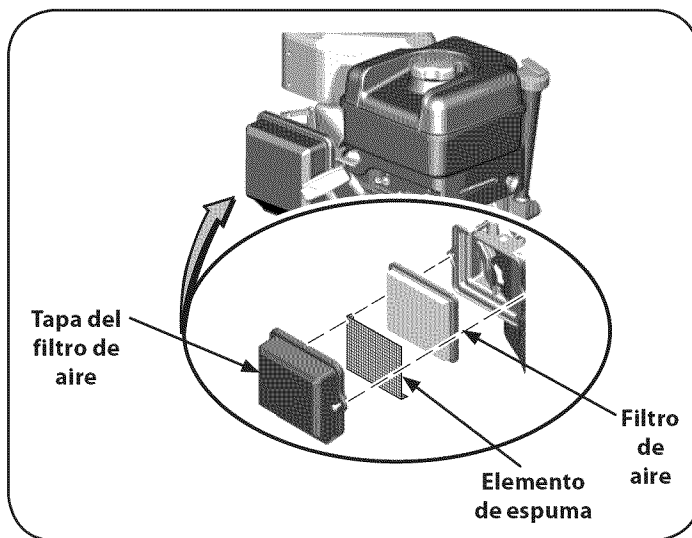

Figura 25
1. Afloje los tornillos que sujetan el filtro de aire. Vea la Figura 25.